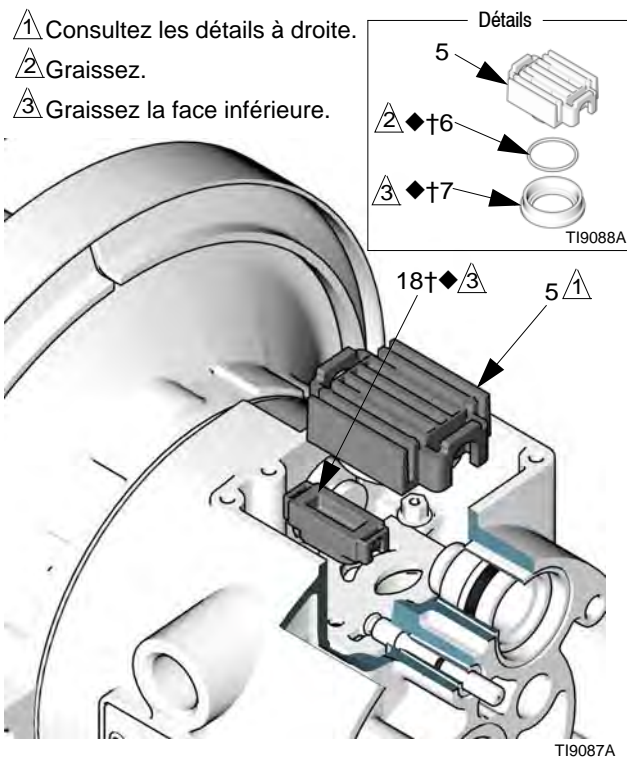

FIG. 6
3. Déplacez le chariot (5) de la vanne vers la position centrale et sortez-le de la cavité. Retirez le bloc (7) et le joint torique (6) de vanne du chariot. Tirez le bloc de commande (18) droit et sortez-le de la cavité à l'aide d'une pince à bec effilé. Voir FIG. 6.
7. Graissez la face inférieure du bloc de commande (18†◆) et installez-le de sorte que les languettes rentrent dans les rainures des extrémités des axes de commande (16). Voir FIG. 6.
8. Graissez le joint torique (6†◆) et installez-le dans le bloc de vanne (7†◆). Poussez le bloc sur le chariot (5) de la vanne. Graissez la face inférieure du bloc de la vanne. Voir FIG. 6.
9. Placez le chariot (5) de la vanne de sorte que ses languettes rentrent dans les rainures de l'extrémité fine des pistons d'actionnement (11). Voir FIG. 6.